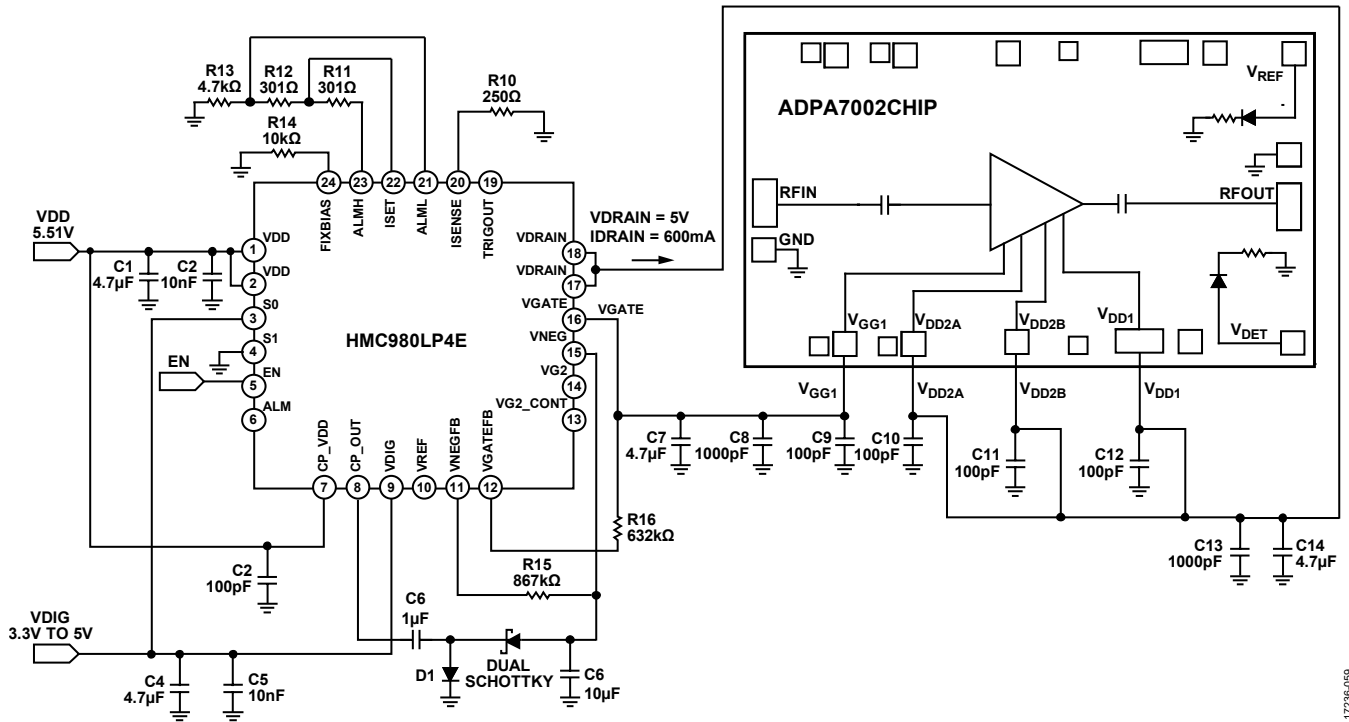
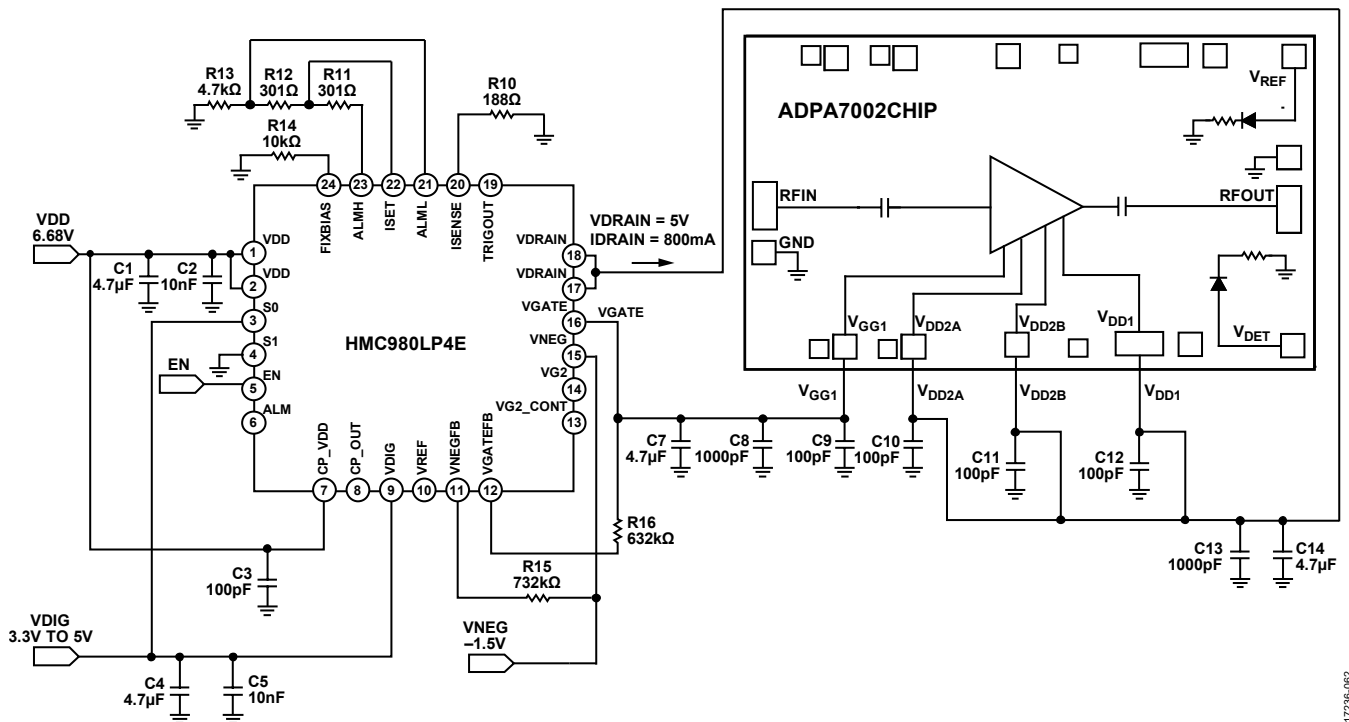

図 59. HMC980LP4E と ADPA7002CHIP を組み合わせて使用するアプリケーション回路
図 60. HMC980LP4E と ADPA7002CHIP を組み合わせて外部負電圧源として使用するアプリケーション回路
ADPA7002CHIP と HMC980LP4E を組み合わせて使用する場合、VNEG と VGATE の最小電圧を $-1.5V$ までに制限して、ADPA7002CHIP の V_{GGx} パッドの絶対最大定格 (AMR) の範囲内に保つ必要があります。このために、R15 抵抗と R16 抵抗を図 59 と図 60 に示す値に設定します。R15 と R16 の詳細および計算方法については、AN-1363 アプリケーション・ノートを参照してください。
1. HMC980LP4E デジタル回路 (図 60 を参照) の電圧電源入力 (ピン 9) の VDIG を 3.3V に設定します。
2. 内部電界効果トランジスタ (FET) および内部 HMC980LP4E 抵抗 (RDS) の抵抗値 (図 60 を参照) を設定するデジタル制御ピン (ピン 3) の S0 を 3.3V に設定します。